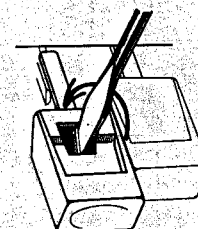

Fig. 45
1. Mit einem Schraubenzieher die in den Schlitz greifende Lasche nach links drehen, Fig. 45.
1. Turn catch to the left with a screwdriver, Fig. 45.